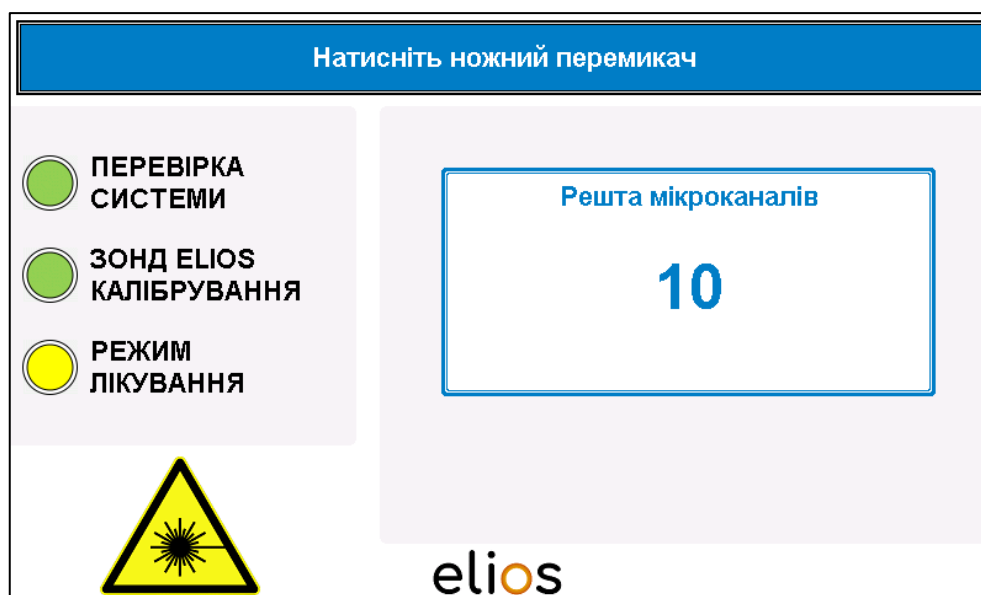

Рисунок 4.15. РЕЖИМ ЛІКУВАННЯ
- Лазер **негайно** запускається натисканням ногоного перемикача. Можна розпочати лікування (20 імпульсів) (Рисунок 4.15).
- На дисплеї відображається кількість мікроканалів, що залишилися (Рисунок 4.15).